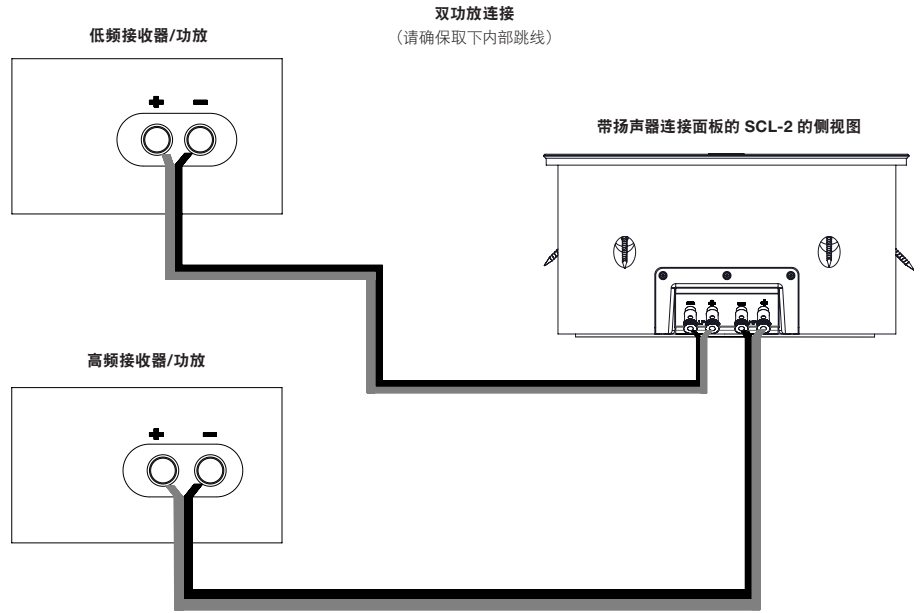

图 9
3. 将标记为 "HF" 的一对线缆连接至扬声器的 "HF" 输入；将标记为 "LF" 的一对线缆连接至扬声器的 "LF" 输入。（见图 9）